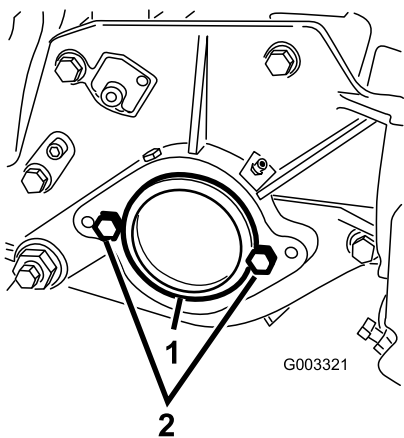

Figura 7
3. Sul lato destro dell'apparato di taglio, rimuovete il tappo in plastica dall'alloggiamento del cuscinetto (Figura 7).
4. Togliete i 2 bulloni dalla piastra laterale destra (Figura 7).
1. Tappo in plastica 2. Bulloni (2)
6. Montate, senza stringere eccessivamente, i 2 bulloni di montaggio del motore del cilindro sulla piastra sinistra dell'apparato di taglio (Figura 7).